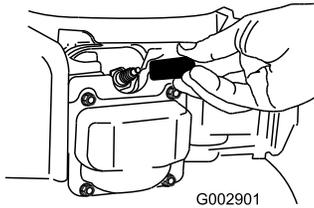

Bild 35
2. Ziehen Sie das Zündkabel von der Zündkerze ab, bevor Sie Wartungsarbeiten ausführen (Bild 35).